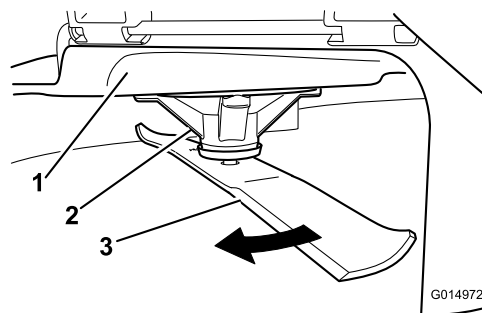

Figure 43
2. Enfilez des gants épais ou utilisez une autre protection adéquate pour les mains, et faites tourner la lame lentement jusqu'à une position permettant de mesurer correctement la distance entre le tranchant et la surface plane sur laquelle se trouve la machine (Figure 43).